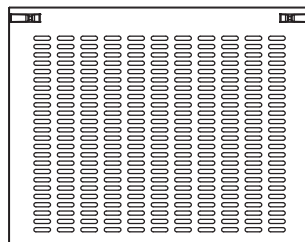

Рис. 10
- снять перфорированную решетку **1** (**рис.8**), формат фильтров показан на (**рис.10**);